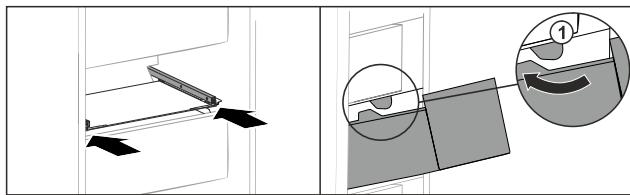

Fig. 154
- Schubfach um die Stopper Fig. 154 (1) herumführen.